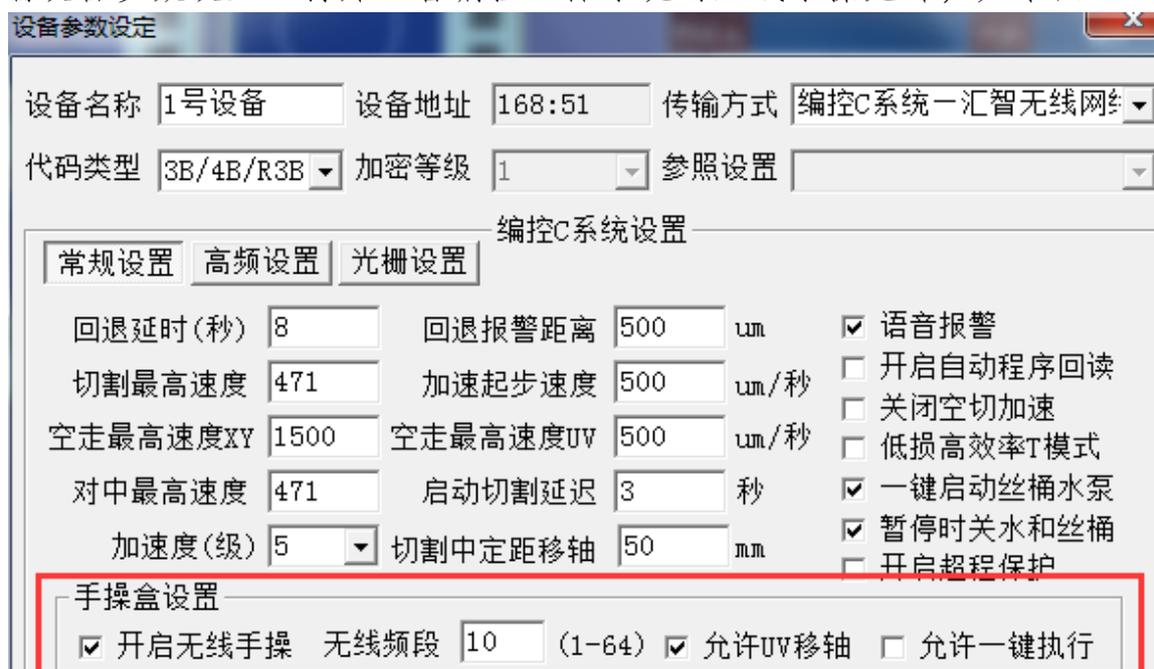

图 1
服和混合驱动不会有这现象)，可以在如图 1 设备参数设置里的空走最高速度调低，步进电机不会堵死即可。
执行和暂停操作是同一个操作键，当程序在执行时，按该键可以操作控制器进入暂停状态，当在暂停状态按该键时，程序就继续执行。该按键还有一个可选的特殊功能，如上图 1 中所示中的设备参数设置对话框中已经打开了**允许一键执行**功能，而且如下图所示 2 所示。
▶+、-◀这 2 个按键有几个作用，(1)、按钮移轴，当手轮灯灭手轮模式关闭时，这两个按钮是移轴的操作，按下时轴连续移动，放开时轴停止。(2)、定距移轴，当手轮灯亮手轮模式开启时，这两个按键是定距移轴操作，按一下轴移动固定的距离，移动的距离和速度档位的关系参考上面的介绍。(3) 跟踪加减操作，当如图 1 的允许 UV 移轴关闭时，左边的旋钮开关在 V 轴位置时，这两个按键可以做跟踪加减的操作，点动一次可以加减一个单位跟踪值，长按可以快速连续加减跟踪值。(4) 无线手轮参数调整，当无线手轮在参数设置状态时，这两个键可以调整各项参数值的设置，具体看下面的无线手轮参数设置。
无线手轮上可以实现加工中移轴，可连续移轴和定距离移轴，在切割暂停状态时，在无线手轮上按一下分中按钮，当分中指示灯亮时就可以进行移轴操作，当手轮指示灯关闭时，按▶+、-◀箭头方向键就可以实现连续移轴，也就是按下方向键开始移轴，放开按钮后停止移轴，当手轮指示灯点亮时，按一下方向箭头键可以实现定距移轴，定距的距离值由上图 1 中的**切割中定距移轴**这个参数来设置。加工移轴完成后，如果需要切割回移轴前的程序位置，先打开高频和进给，然后点执行，系统将自动割回移轴前的程序点位置，如果关闭高频状态点执行，系统将高速走回移轴前的程序点位置。